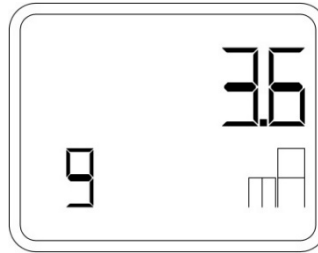

Рисунок 28 – Выбор аварийного значения тока
- При помощи кнопок «+» и «-» установить значение аварийного тока: 3,6 мА или 22,8 мА (рисунок 28).